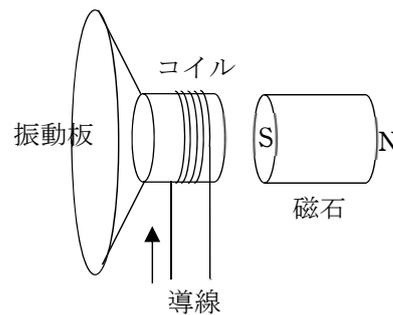

図1-5
問6 図1-5はドライバーユニットの基本構造を示している。磁石の近くに置かれたコイルにアンプで増幅した電流を流すとコイルが磁場から力を受け、コイルに結合した振動板が運動する。ドライバーユニットのはたらきについての記述として誤っているものを、次の①～⑥からすべて選べ。
- ① 周波数 f の交流電流をコイルに流すと、振動数 f の音波が発生する。
- ② コイルに一定の直流電流を流すと音波は発生しない。
- ③ 磁石の極性を逆向きにすると波形が変わって違う音色に聞こえる。
- ④ 音波が振動板を振動させると電磁誘導によりコイル両端に電圧が生じるので、マイクとしても使える。
- ⑤ コイルに流す電流を大きくすると、音が大きくなる。
- ⑥ 図1-5のように導線に矢印の向きに電流が流れているとき、コイルは左向きの力を受ける。